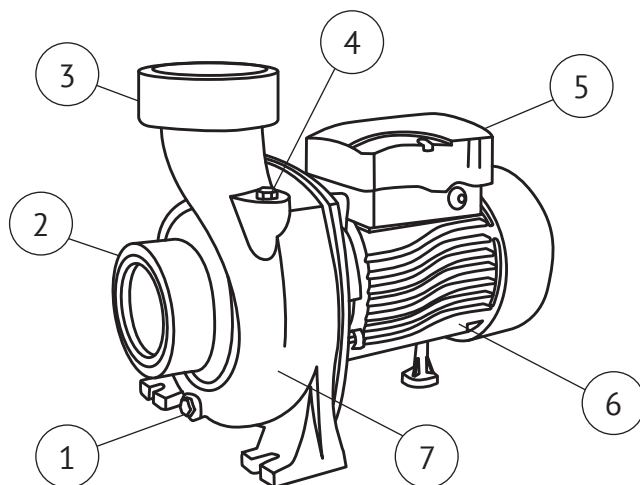

Рисунок 5 – Общий внешний вид насоса
- отверните пробку заливного отверстия (поз 4, рисунок 5);